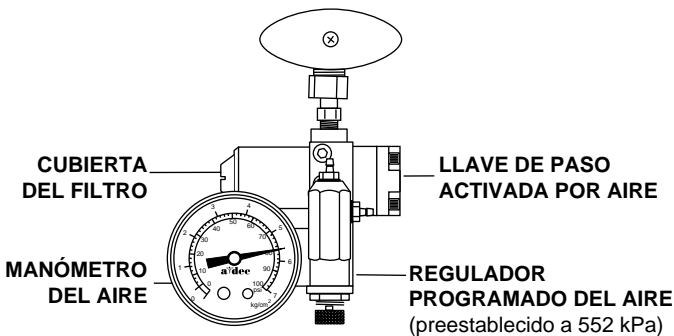

Figura 19. Llave de paso manual del aire
1. Asegúrese de que las llaves de paso están totalmente abiertas (en sentido contrario al de las agujas del reloj). Active el sistema y compruebe los manómetros del área de servicios (véase la figura 19). La presión del aire debería ser 483-552 kPa.